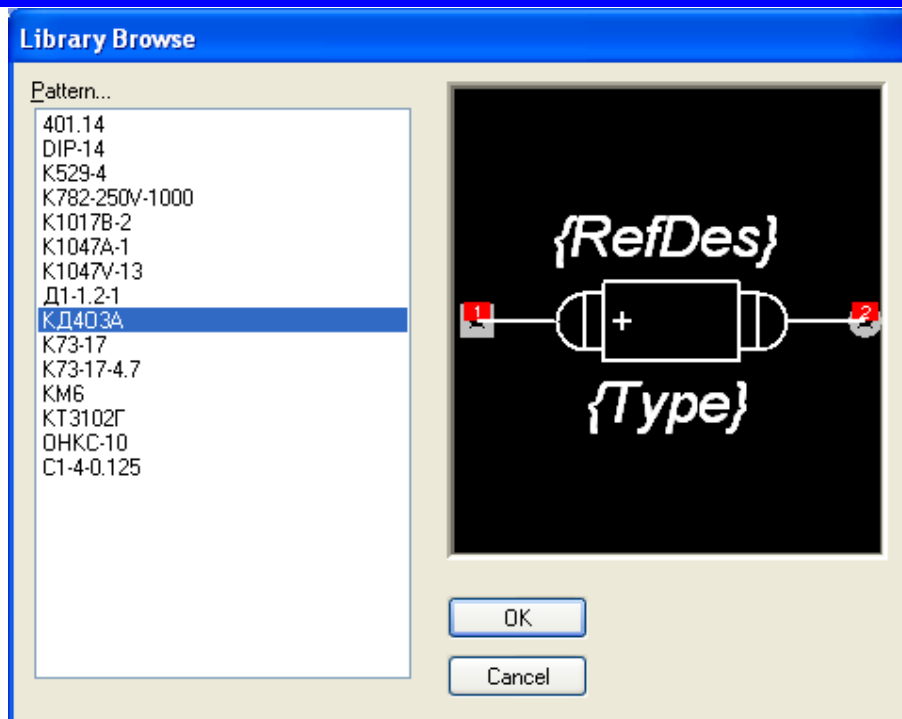

Рисунок 3.23 - Выбор ПМ диода КД403А
- В этом окне нажать кнопку **Select Pattern** и в появившемся окне **Library Browse** выбрать посадочное место диода **КД403А**. В списке имеющихся посадочных мест выбрать «КД403А» (рис. 3.23). Нажать кнопку **OK**.